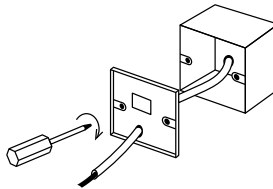

Рис. 9.
3. Как показано на рис. 9, закрепите винты 4x20мм вместе с задней крышкой на коробке 8 б, затем пропустите подводящие провода через заднюю крышку.